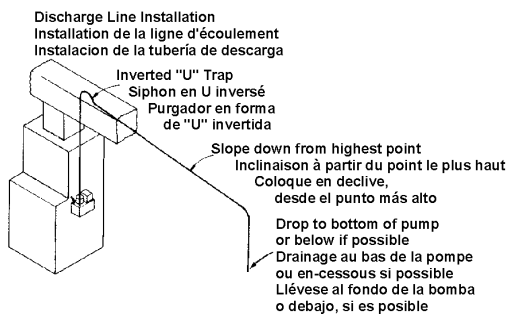

Fig. 4
- Run flexible tubing or pipe from evaporator drain into one of the three pump inlets. Be sure inlet piping is sloped downward to allow gravity flow (Figure 4). Extend the inlet piping into the tank from 1 to 3 inches to ensure that it will not interfere with proper float operation. Be sure that the inlet piping is cut at an angle where it enters the tank.
1. Courant flexible tubage ou pipe dès evaporator drain into 1 de la 3 pompe inlets. Pour permettre un bon écoulement, s'assurer que le tuyau d'admission est bien dirigée vers le bas (Figure 4). Introduire le tuyau d'entrée de 1 à 3 pouces (de 2,5 à 7,5 cm) à l'intérieur du réservoir afin de s'assurer qu'il ne nuise pas au fonctionnement du flotteur. Vérifier que le tuyau d'entrée est coupé en angle à son entrée dans le réservoir.